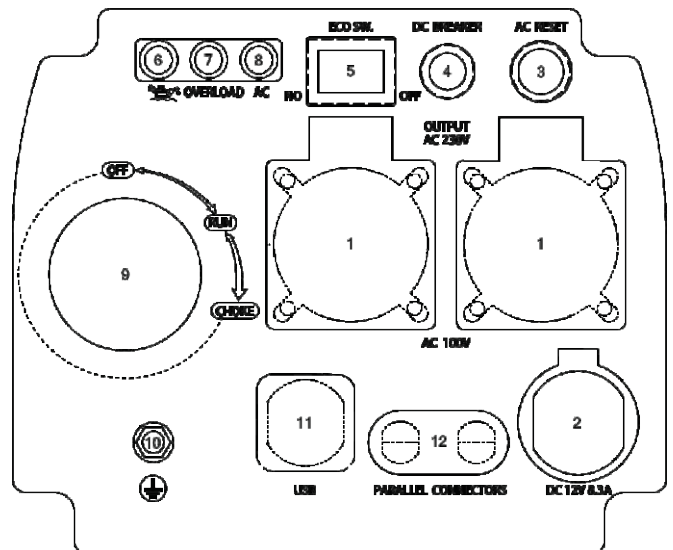

Figure 10: Appuyez sur le disjoncteur de réinitialisation
3. Appuyez sur le disjoncteur de réinitialisation pour le réinitialiser (voir Figure 10).